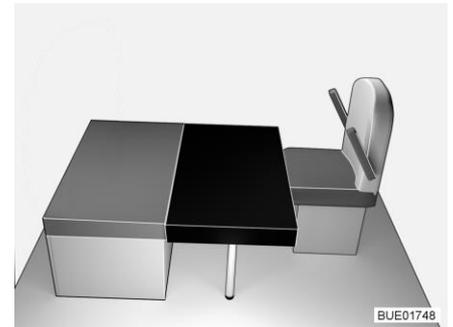

Bild 161 Nach dem Umbau
- Das rechteckige Zusatzpolster auf den Tisch legen (vor das Sitzpolster der Sitzbank, siehe Bild 161).